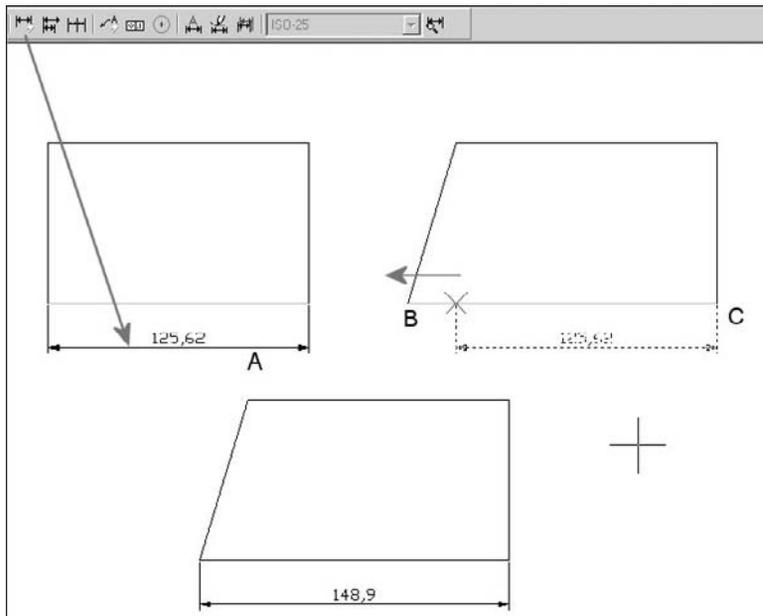

Fig.9.34
**Pour réassocier une cote non associative la procédure est la suivante (fig.9.34) :**